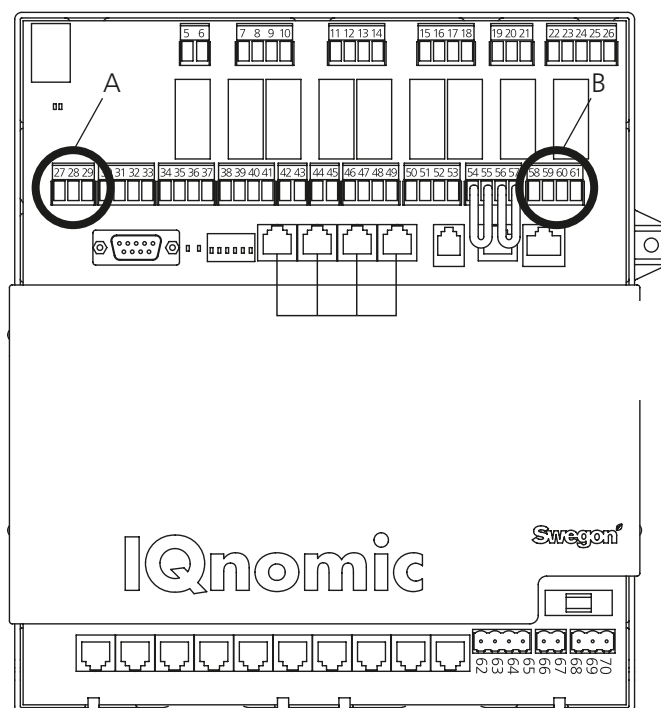

Abb. 5
Spannungszufuhr 24 VAC an die Anschlussklemmen Vin+ (24) und GND (23) anschließen. Die Spannungszufuhr kann von der Steuereinheit des Gerätes aus erfolgen, siehe unten und B in Abb. 5.
Das Netzwerk von der Kommunikationseinheit GOLDen GATE an die Steuereinheit GOLD (A in Abb. 5) anschließen. Ein Kabel mit drei Leitern verwenden.